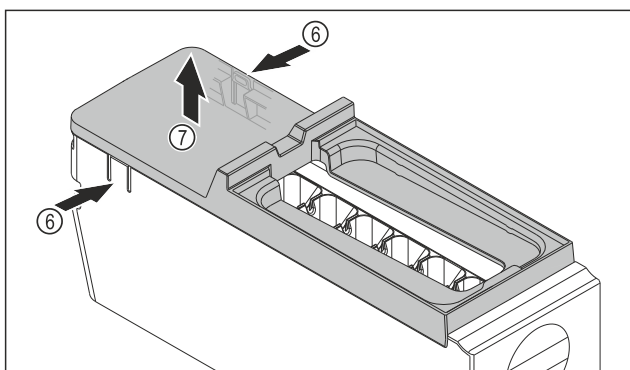

Fig. 105
- Izvadite poklopac tijela sustava EasyTwist-Ice: Pritisnite jezičke Fig. 105 (6) na obje strane tijela sustava EasyTwist-Ice jednom rukom.
- Poklopac Fig. 105 (7) drugom rukom izvučite prema gore.